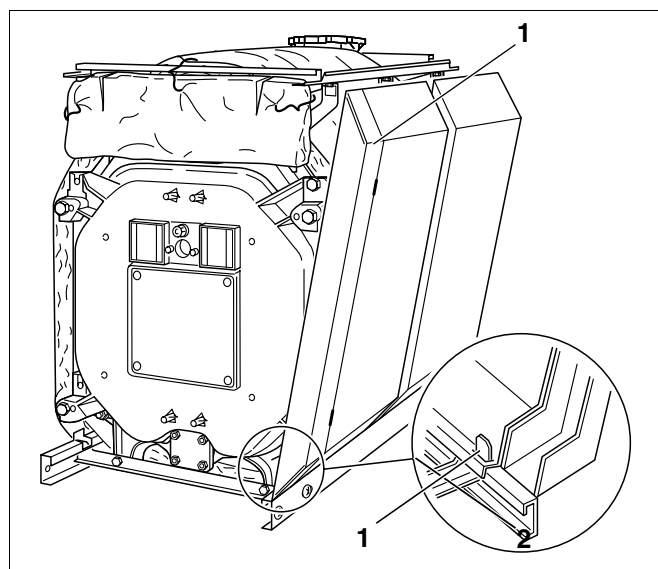

Fig. 49 Accrochage des éléments de la paroi avant
- Accrocher les parois latérales avant à gauche et à droite en bas dans les pattes saillantes de la plinthe (fig. 49, **pos.1**), puis les faire glisser en haut par-dessus le bord replié des traverses longitudinales.